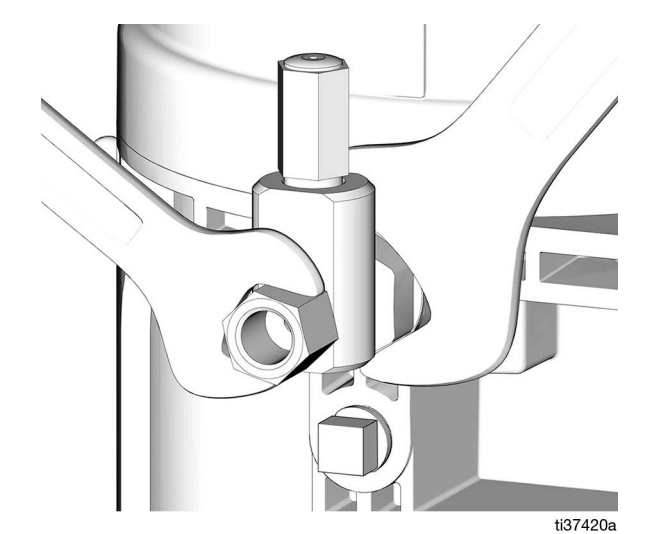

FIG. 17
- Utilizzare sempre due chiavi operanti in direzioni opposte ogni volta che si collega qualcosa a un elemento pompa o ai raccordi ausiliari. Vedere FIG. 17 per un esempio.